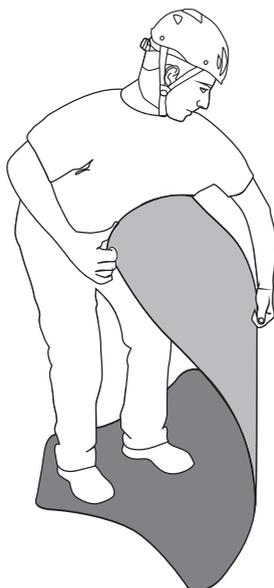

Fig.8
- Togliere il telo **"HALF ROLLY"** dalla sacca di trasporto (O) e rimuovere la fettuccia con cricchetto (N),
- distendere il piano d'appoggio (A) e renderlo piatto riavvolgendo al contrario le estremità e piegando la parte centrale (fig. 8),